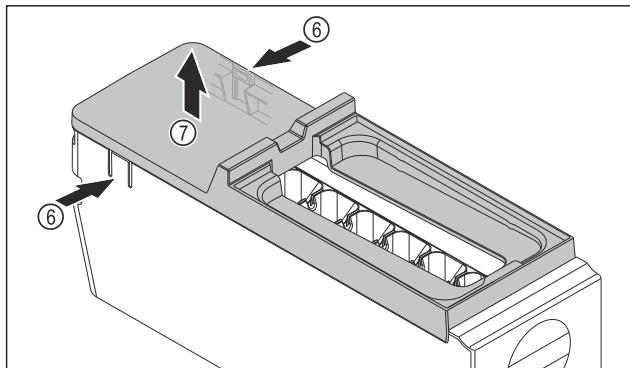

Fig. 144
- Изваждане на капака на корпуса на EasyTwist-Ice: Натиснете езичетата Fig. 144 (6) от двете страни на корпуса на EasyTwist-Ice с една ръка.
- С другата ръка извадете капака Fig. 144 (7) нагоре.